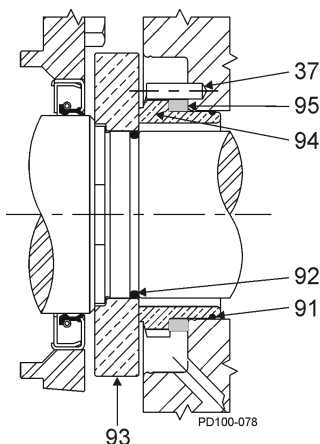

Figura 68 - Sello mecánico simple
1. Lubrique la junta tórica del eje (Figura 68, artículo 92) con un compuesto lubricante compatible con el material de la junta tórica y los fluidos del proceso. Coloque la junta tórica en el eje.